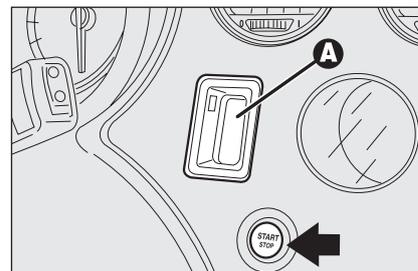

fig. 13
- lettore **A-fig. 13** della chiave elettronica (ubicato di fianco al volante);